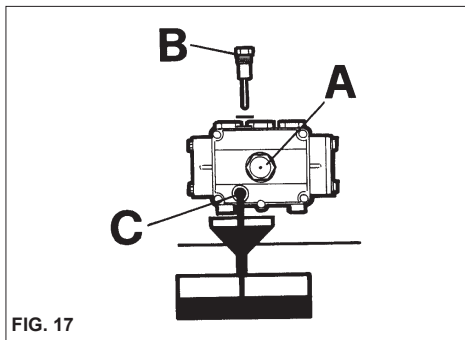

FIG. 17
- 2) Skruva ur locket med oljestickan (fig. 17).